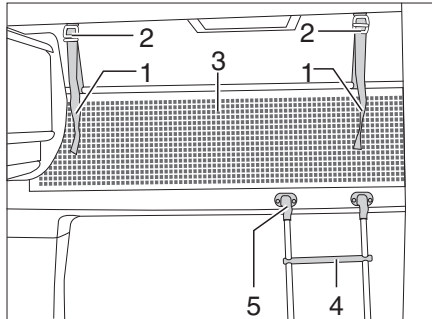

Bild 158 Alkovenbett
Zum Besteigen des Alkovenbetts die serienmäßig beigelegte Aufstiegsleiter (Bild 158,4) benutzen.
- Die Leiter mit den Holmen in die Halterung (Bild 158,5) an der Alkovenblende einhängen.
Das Sicherungsnetz (Bild 158,3) ist serienmäßig zwischen Matratze und Lattenrost verstaут. Das Sicherungsnetz erst aufspannen, wenn sich die Personen bereits im Alkoven befinden.
- Die Haltebänder (Bild 158,1) in die Halterungen an der Decke (Bild 158,2) einrasten.